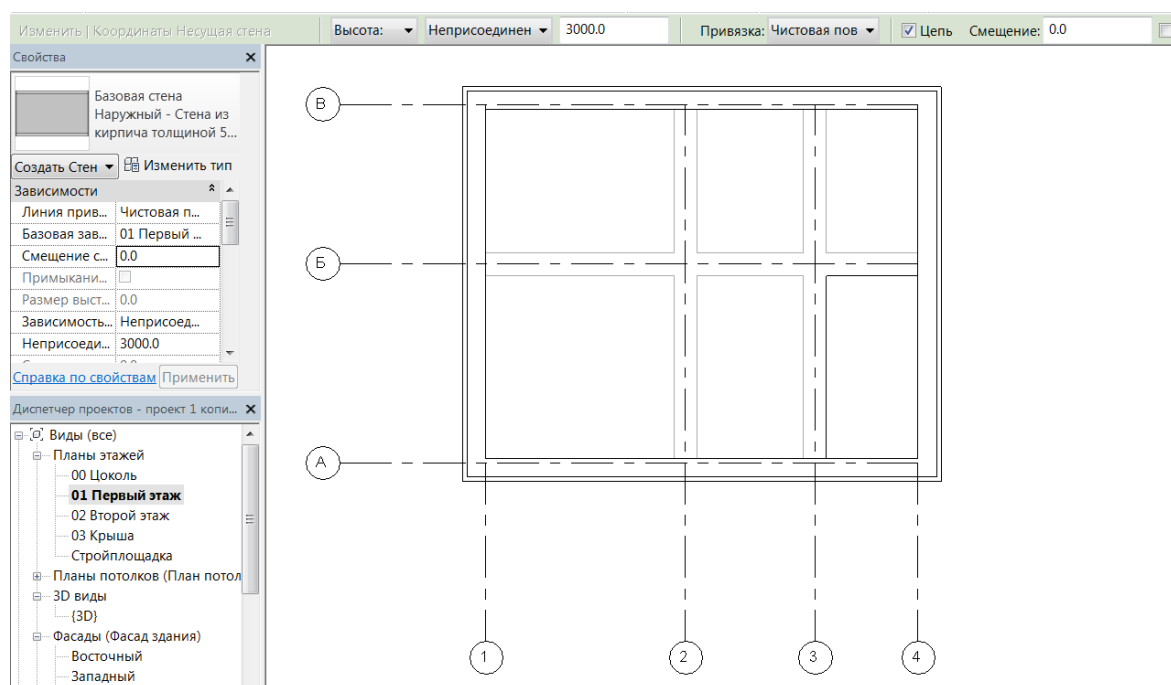

Рис. 31
2. Для несущих стен выбрать привязку **Осевая линия стены**, смещение 135 мм, высота 3000 мм, построить по горизонтальным осям (рис.31).
3. Для самонесущих стен применить привязку **Чистовая поверхность: Наружная**, смещение нулевое, высота 3000 мм, построить по вертикальным осям (рис.31).